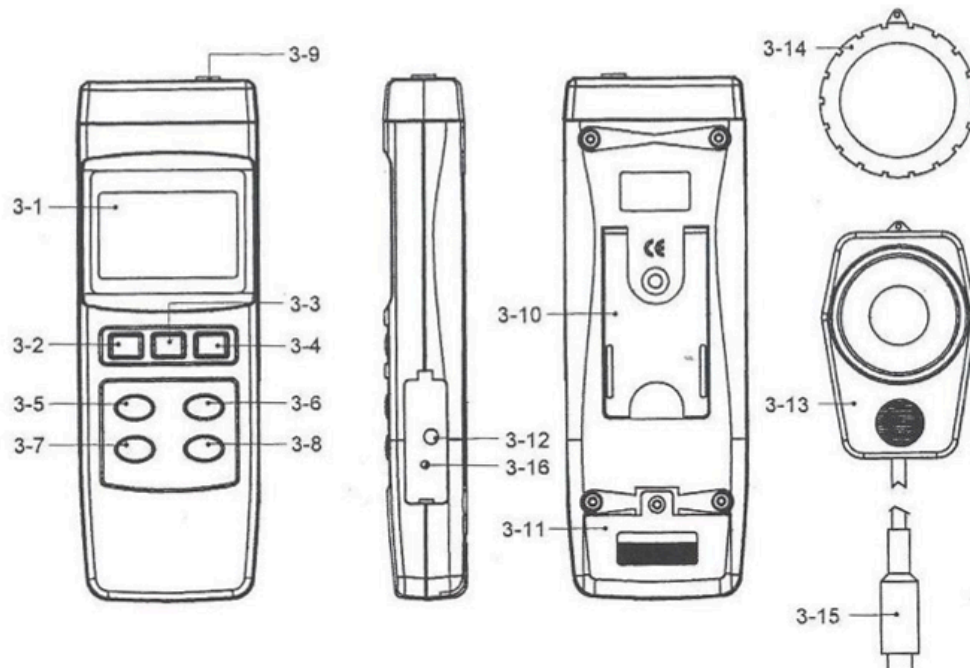

Figura 1
- 4.1 Presione el botón de encendido (3-2, Figura 1) para poder operar.
- 4.2 Seleccione la unidad de medida requerida pulsando "Lux/Fc". El LCD indicará el resultado de su selección.(3-5, Figura 1)
- 4.3 Determine el tipo de fuente de luz presionando el botón de Selección de Fuente de luz (3-8, Figura 1). (Las opciones disponibles son: Tungsteno, Fluorescente, Sodio o Mercurio)
- 4.4 Seleccione el rango para su medición pulsando el botón de selección de rango (3-6, Figura 1).
- 4.5 Posicione la sonda con el "Sensor de Luz" (3-13, Figura 1) directamente bajo la fuente de luz.
4.6.1 Cubra el sensor de Luz (3-13, Figura 1) con la tapa del sensor (3-14, Figura 1).
4.6.3 Presionando el botón de Cero “zero button” (3-7, Figura 1), la pantalla ajustará la referencia a cero Lux.
4.7.1 Durante una medición, presione el botón de “Hold” (3-3, Figura 1) para mantener fijo el valor de medición en la pantalla. El mensaje “HOLD” estará visible en el LCD por todo el tiempo que este activo el bloqueo.
4.8.1 Durante una medición, mantenga presionado el botón “HOLD” (3-3, Figura 1) por al menos 3 segundos, esto activará la función “Retención de Pico” y su correspondiente indicador en pantalla.
4.8.4 Para salir de este modo, deberá mantener presionado el botón “HOLD” (3-3, Figura 1) por al menos 2 segundos. Esto cancela la retención de valor pico y apaga el indicador en pantalla.
4.9.2 Para activar la función presione el botón “REC” (3-4, Figura 1), el indicador “REC” aparecerá en la pantalla.
4.9.3.1 Presione una vez el botón “REC” (3-4, Figura 1) y aparecerá en pantalla el valor máximo junto al indicador “REC Max”
4.9.3.2 Presione otra vez el botón “REC” (3-4, Figura 1), y aparecerá en pantalla el valor mínimo junto al indicador “REC Min”
5.2 Para deshabilitar esta función active la función de grabar en memoria presionando el botón “REC” (3-4, Figura 1)
6.1 El instrumento tiene una interfaz en serie vía terminal de 3.5 mm (3-12, Figura 1)
- 8.3 Deslice la tapa de la batería (3-16, Figura 1) y retire la batería del instrumento.